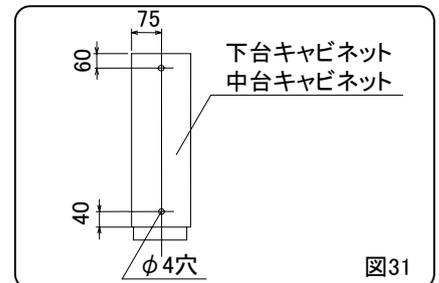

図31
2) 下台キャビネットの天板の所定位置に中台キャビネット連結用の下穴(φ4穴)を加工してください。(図31)
3) 中台キャビネットの天板の所定位置に上台キャビネット連結用の下穴(φ4穴)を加工してください。(図31)